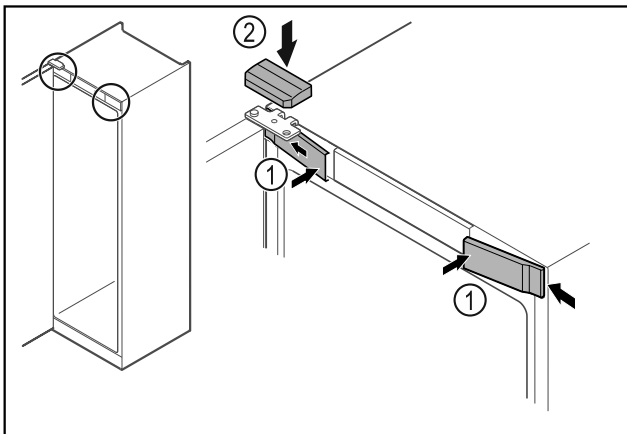

Fig. 27
- ▶ Зацепите сбоку и защелкните передние крышки Fig. 27 (1).
- ▶ Защелкните верхнюю крышку Fig. 27 (2) сверху.